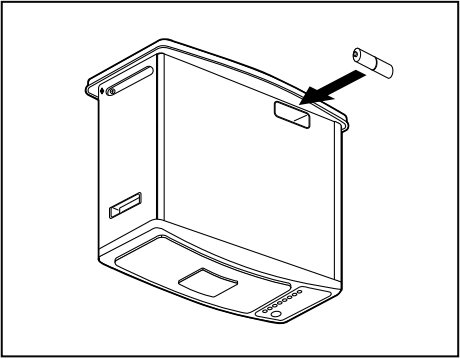

Fig. 3
6. INSTALACIÓN DE BATERÍAS (fig. 3)
- Meta dos (2) baterías "D" (vienen con este calentador) de acuerdo a las marcas de símbolos positivos (+) y negativos (-) indicados en la caja.